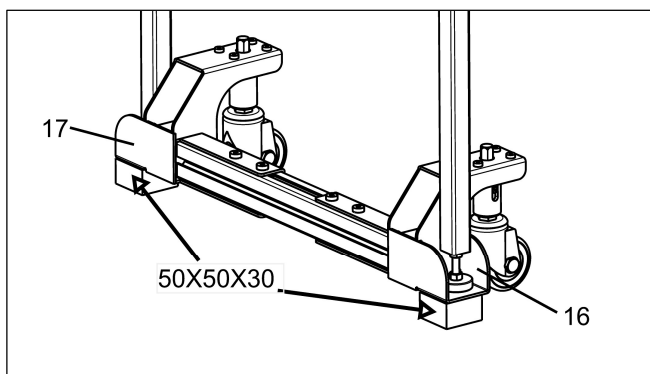

图 21
b.将延伸台板支腿放入左托架“16”及右托架“17”内，并在下方各垫一块 50mmx50mmx30mm 的木块。（见图 21）